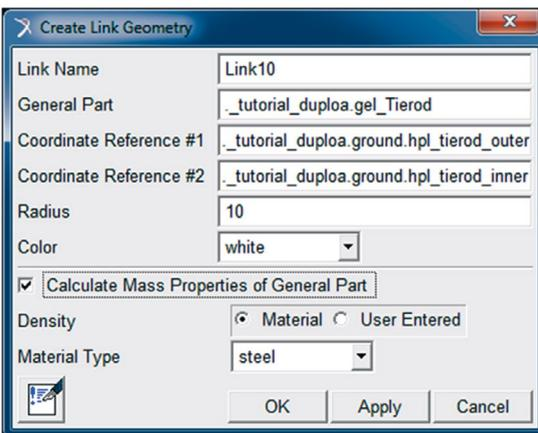
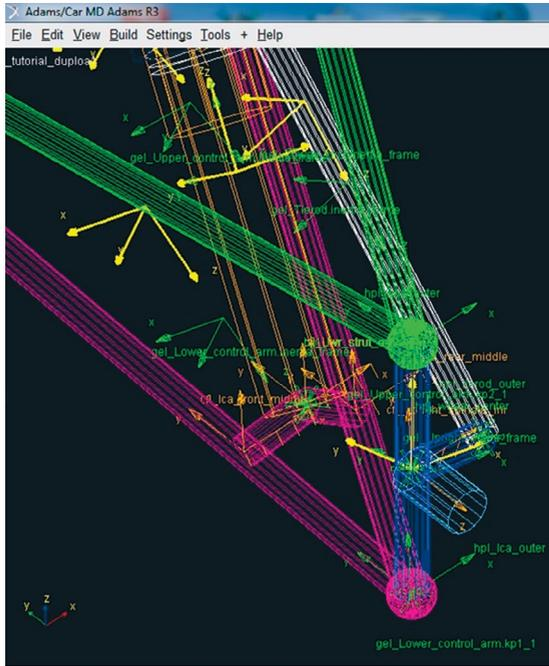
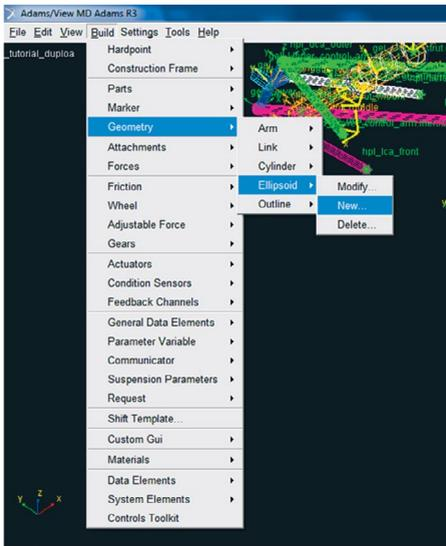

Figura 5.100 – Janela de criação do *link* referente ao braço de direção.
Figura 5.101 – Ilustração do *Link* representando a barra de direção (em branco).
Figura 5.102 – Janela correspondente à criação de esferas utilizando a opção *Ellipsoid*.
- Preencha os campos da janela *Create Link Geometry*, conforme mostrado na Figura 5.100.
A Figura 5.101 ilustra o braço de direção criado a partir das informações da Figura 5.100.
- Em seguida, crie esferas nas extremidades do *Link10* (Figura 5.100). Para a criação dessas esferas, acesse o menu *Build* → *Geometry* → *Ellipsoid* → *New* (Figura 5.102).